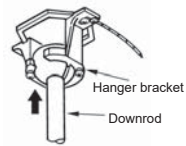

Fig.12
Paso 8. Levante el Conjunto del Motor y coloque la Bola de Suspensión en el Soporte de Suspensión. Gire el Conjunto del Motor según sea necesario hasta que la ranura de control de la Bola de Suspensión se apoye firmemente sobre la lengüeta de registro del Soporte de Suspensión. (Fig. 12)